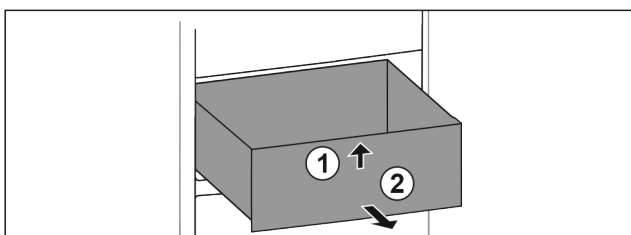

Fig. 98
- ▶ Schubfach vorne anheben. Fig. 98 (1)
- ▶ Schubfach nach vorne entnehmen. Fig. 98 (2)